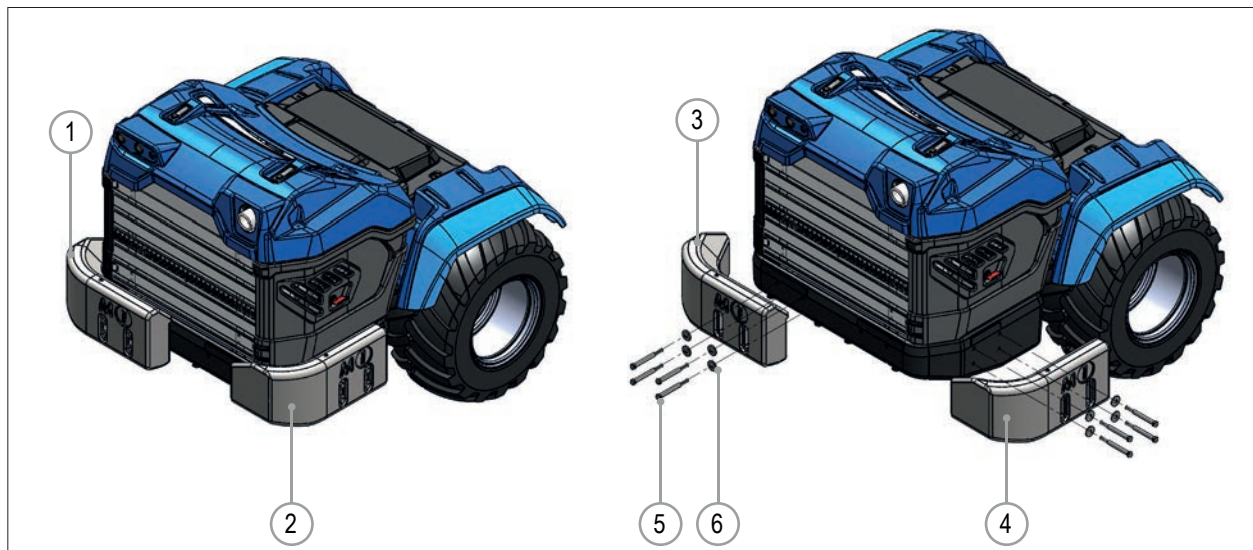

РИС. 65
Набор противовесов добавляет примерно 180 кг к задней части машины, увеличивая общую грузоподъемность машины. Противовесы могут устанавливаться на заднюю (РИС. 65 - Сс. 1) или боковую часть (РИС. 65 - Сс. 2) бампера. Для установки задних противовесов:
- 2) Используя подъемное устройство, установите один из противовесов (РИС. 65 – Сс. 1) на заднем бампере машины.
- 3) Прикрепите противовес к бамперу с помощью болтов и шайб (РИС. 65 – Сс. 3 и Сс. 4).
- 4) Повторите для второй части комплект противовесов (РИС. 65 – Сс. 2).